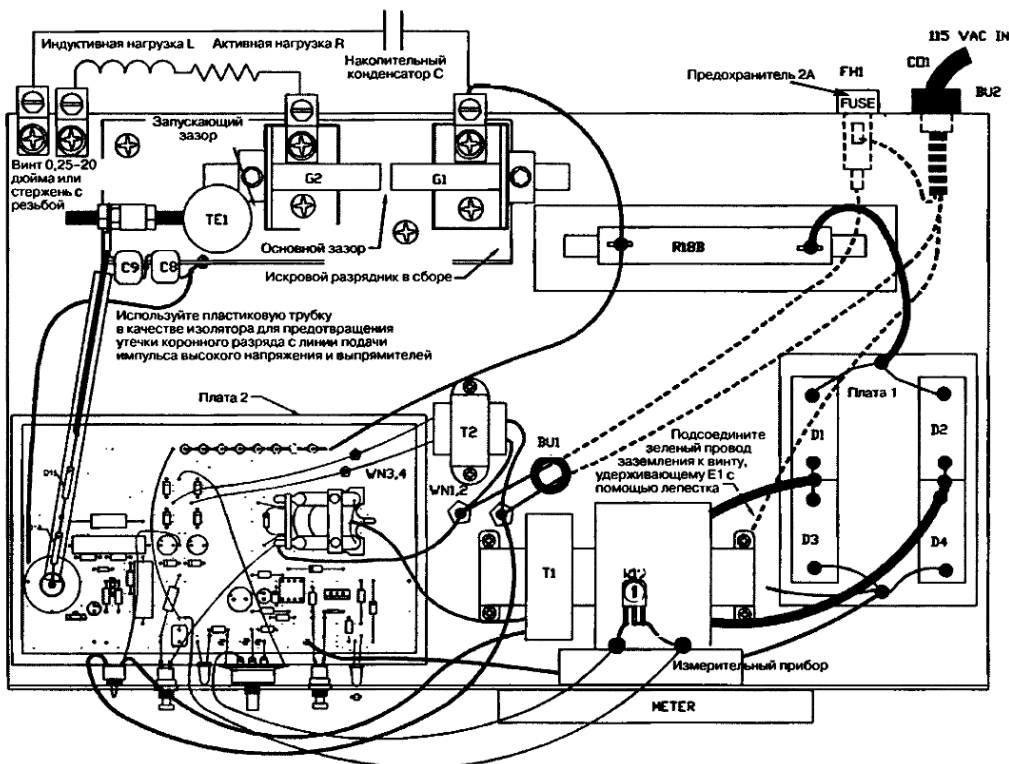

Рис. 3.6. Общий вид устройства в сборе
| PLATE1 | 1 | Изготовлена, как показано на рис. 3.6 | |
| PLATE2 | 1 | Изготовлена, как показано на рис. 3.6 | |
2. Примерьте контрольную панель и просверлите необходимые отверстия для средств управления, индикаторов и т.д. Обратите внимание на изоляционный материал между шасси и частями устройства, см. на рис. 3.6 часть PLATE1. Этого можно добиться с помощью небольшого количества силиконового клея-герметика RTV с комнатной температурой вулканизации. Просверливайте соответствующие отверстия по мере выполнения работы, проверяя правильность расположения и габаритов.
3. Примерьте остальные части (см. рис. 3.6) и просверлите все необходимые для монтажа и размещения отверстия. Обратите внимание на держатели плавких предохранителей FH1/FS1 и изоляцию шнура входного питания BU2. Они расположены на нижней стороне шасси и показаны пунктирными линиями.
2. Подсоедините конденсатор 30 мкФ, 4 кВ и резистор 5 кОм, 50 Вт в качестве C и R, как показано на рис. 3.6.